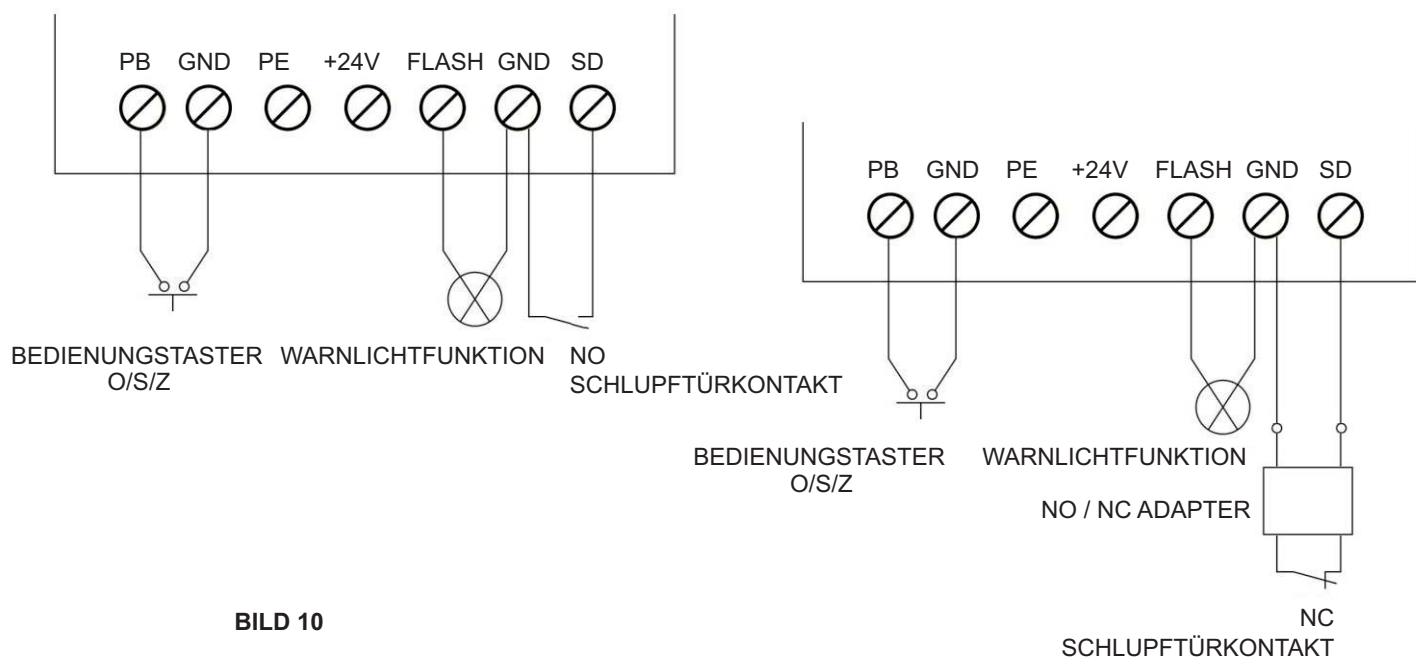

BILD 10
Die Funktion AUF/STOP/ZU (O/S/C auf Englisch) kann durch einen externen Taster gesteuert werden. Der Taster muss über einen spannungslosen Schließkontakt (NO) verfügen (Bild 10).
BEDIENUNGSTASTER ANSCHLUSS – Bild 10
1. Anschluss von Bedienungstaster O/S/Z: Klemme GND, PB (Bild 10)
Diese Funktion ist integriert und sie liefert Speisung 24V-35V. Schliessen Sie eine Warnleuchte mit der Spannung 24V-28V DC, $I < 100\text{mA}$ an. Klemme GND, FLASH (Bild 10)
Diese Funktion blockiert eine Öffnung des Tores, falls die integrierte Schlupftür geöffnet ist. Sie verbeugt eine Beschädigung des Tores. Klemme GND, SD (Bild 10)